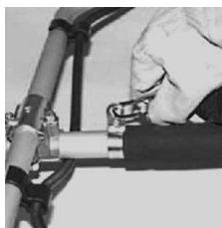

Рисунок 5
- після регулювання зафіксуйте кільце за допомогою кріпильного болта кільца (рис. 5);